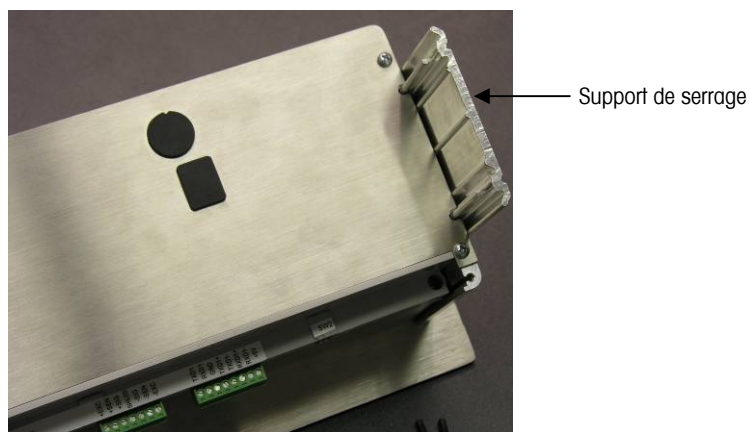

Figure 2-3 : Supports de serrage
1. Desserrez et enlevez les quatre vis à tête Allen fixant les supports de serrage sur le côté de l'enceinte (voir la Figure 2-3). Utilisez la clé Allen 2 mm incluse avec le terminal.